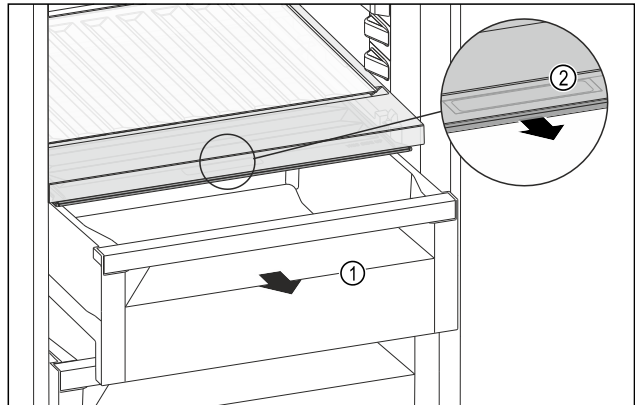

Fig. 183
- ▶ Извлеките выдвижной ящик *Fig. 183 (1)*.
- ▶ Возьмитесь за утопленную ручку *Fig. 183 (2)* на крышке отделения и одновременно потяните крышку отделения вперед.